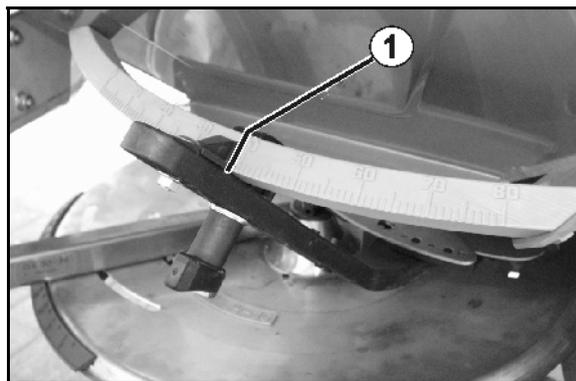

Рис. 42
10.  ,  Нажимайте кнопку, пока считывающая кромка (Рис. 42/1) левой дозирующей заслонки не будет указывать на необходимое положение заслонки.